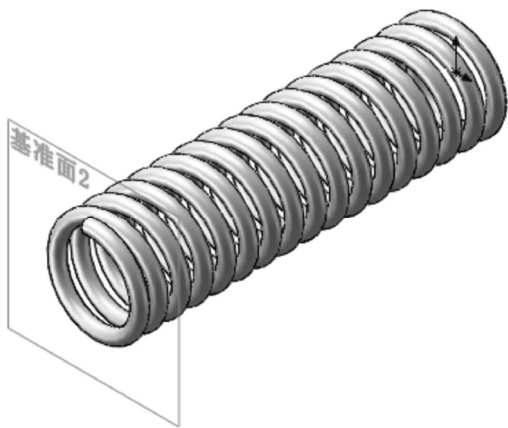

图 9-43 建立基准面 2
- [4] 单击【确定】按钮, 建立基准面 2，如图 9-43 所示。